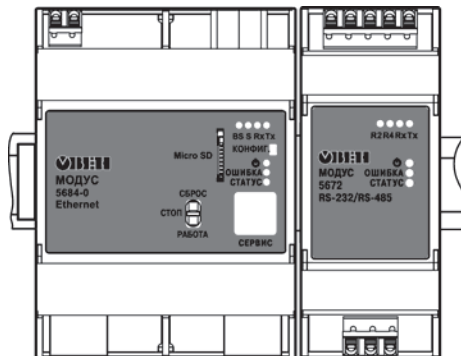

Рисунок 6.2
- закрепить контроллер на соединителе (рисунок 6.2).